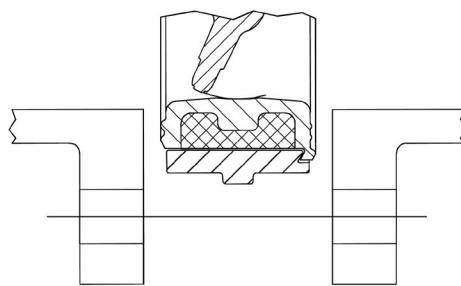

fig. 2
- Beim Einsetzen der Absperrklappe zwischen die Flansche und beim folgenden Festziehen ist die Klappenscheibe leicht geöffnet zu halten, ohne dass dabei die Scheibe der Absperrklappe aus der Spur gerät (Abb. 2).